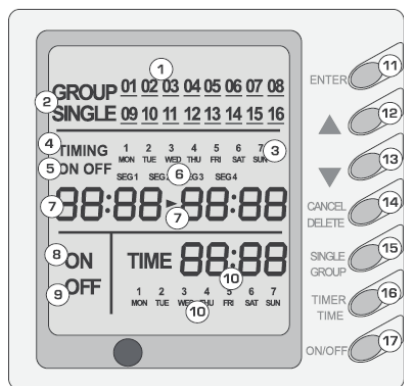

Рис. 6.1
6.1 В качестве опции может использоваться пульт централизованного управления со встроенным недельным таймером модели ZJ4011A (Parts code 30204011), Рис. 6.1.
Комментарии к Рис. 6.1